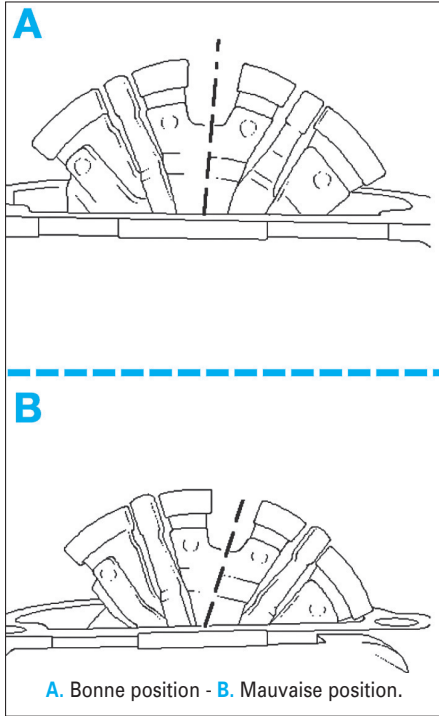

Fig. 32
- Contrôler l'inclinaison des doigts de commande en position de ralenti, le cas échéant régler en tournant (Fig.32).